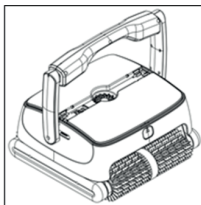

Figura 1
- Pulse el botón de apertura en la parte delantera del limpiador (véase Figura 1)